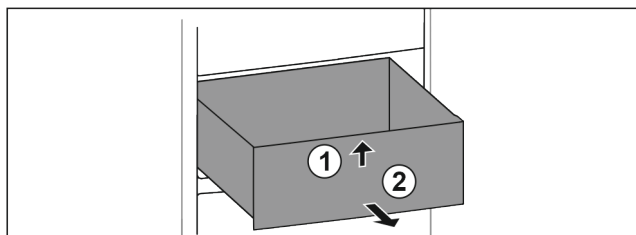

Fig. 67
- ▶ Nadvihnite zásuvku vpredu. Fig. 67 (1)
- ▶ Odoberte zásuvku dopredu. Fig. 67 (2)